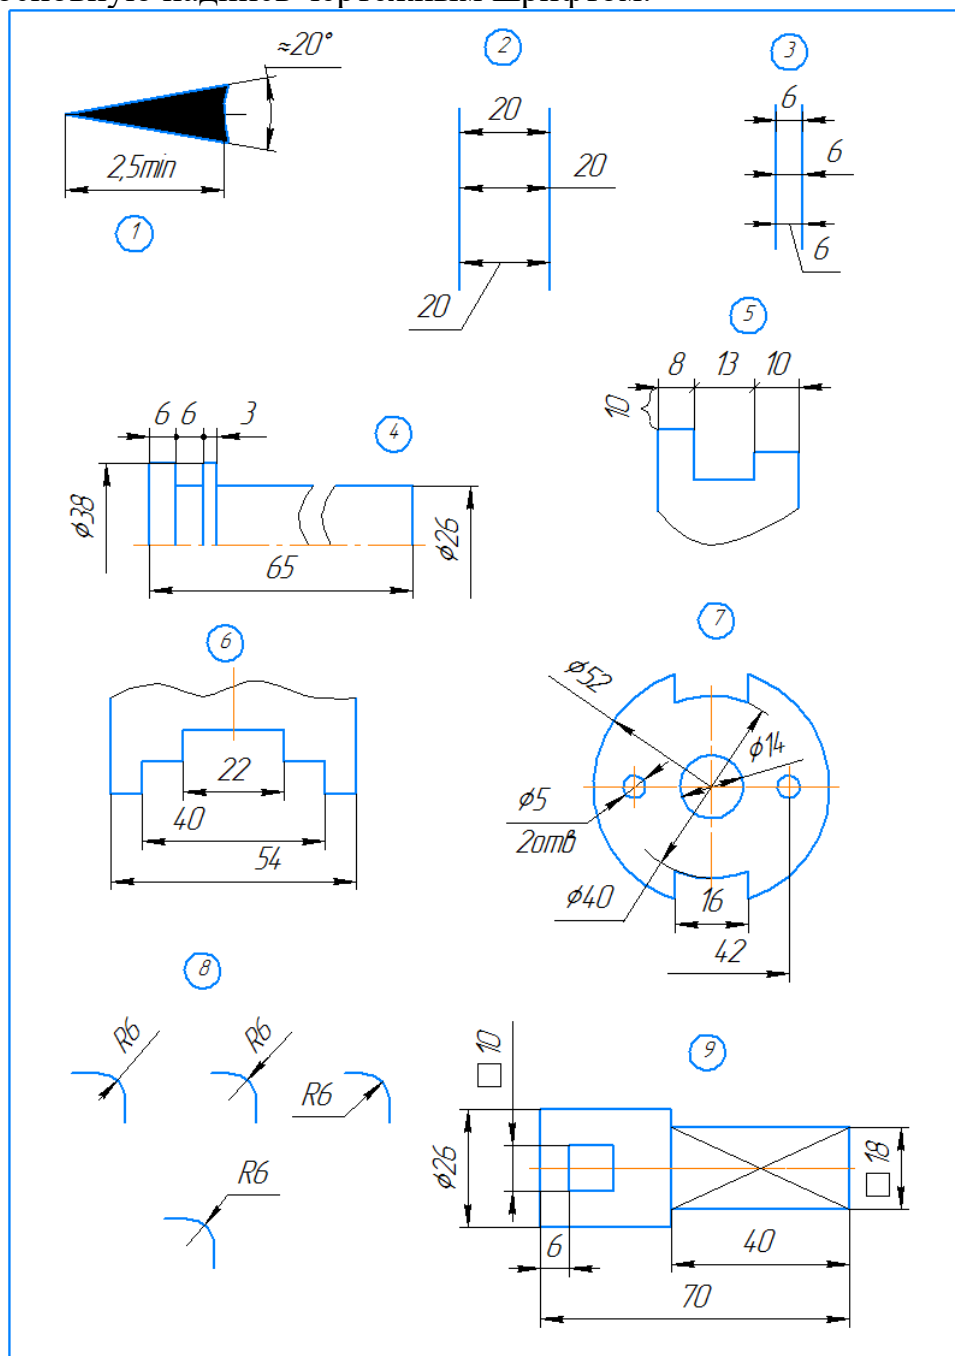

Рис.2
2. Нанести размеры согласно ГОСТ 2.307-68 Рис.2, Рис.3